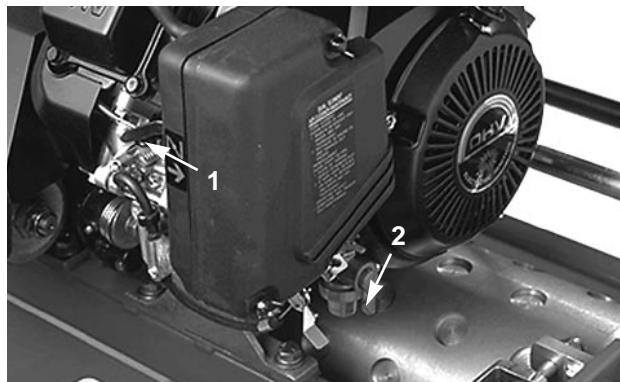

Fig. 15
Alavanca do estrangulador (Fig. 15)—Situada na frente do lado esquerdo do motor. A alavanca tem duas
2. Abrir a válvula de corte de combustível no motor (Fig. 15).
5. Mover a alavanca do estrangulador (Fig. 15) para a posição de meia abertura durante o arranque com o motor frio. O estrangulador pode não ser necessário no arranque de um motor quente.